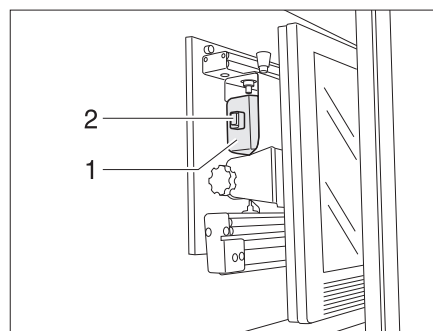

Fig. 6 Support dans le meuble de télévision
- Rentrer le support d'écran plat en le tenant par la poignée (Fig. 6,1) jusqu'à ce que le verrou (Fig. 6,2) s'enclenche.